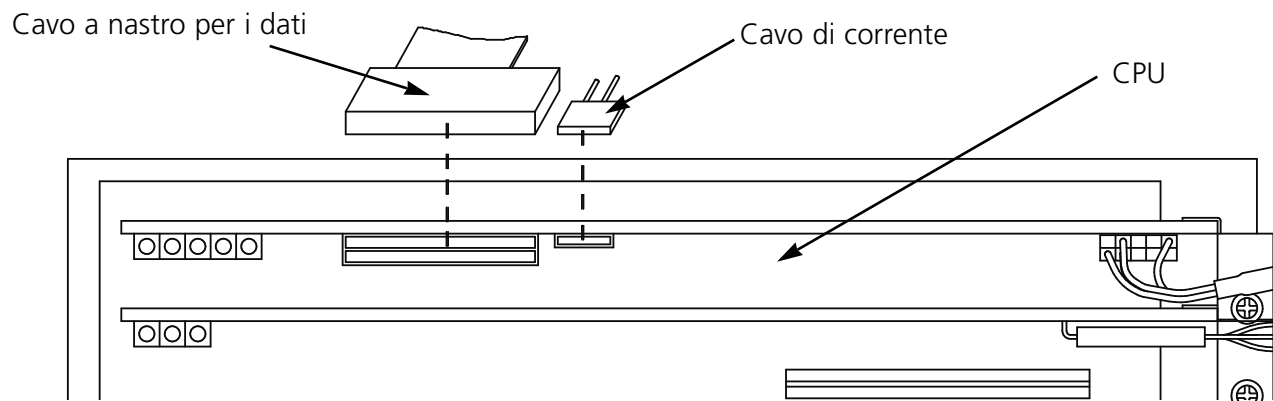

Figura 3-7
4. Inserite il cavo a nastro per i dati nella sua presa di corrente sulla scheda di circuiti stampati del CPU (vedete Figura 3-7. Inserite il cavo di corrente nella sua presa di corrente accanto al cavo dati.